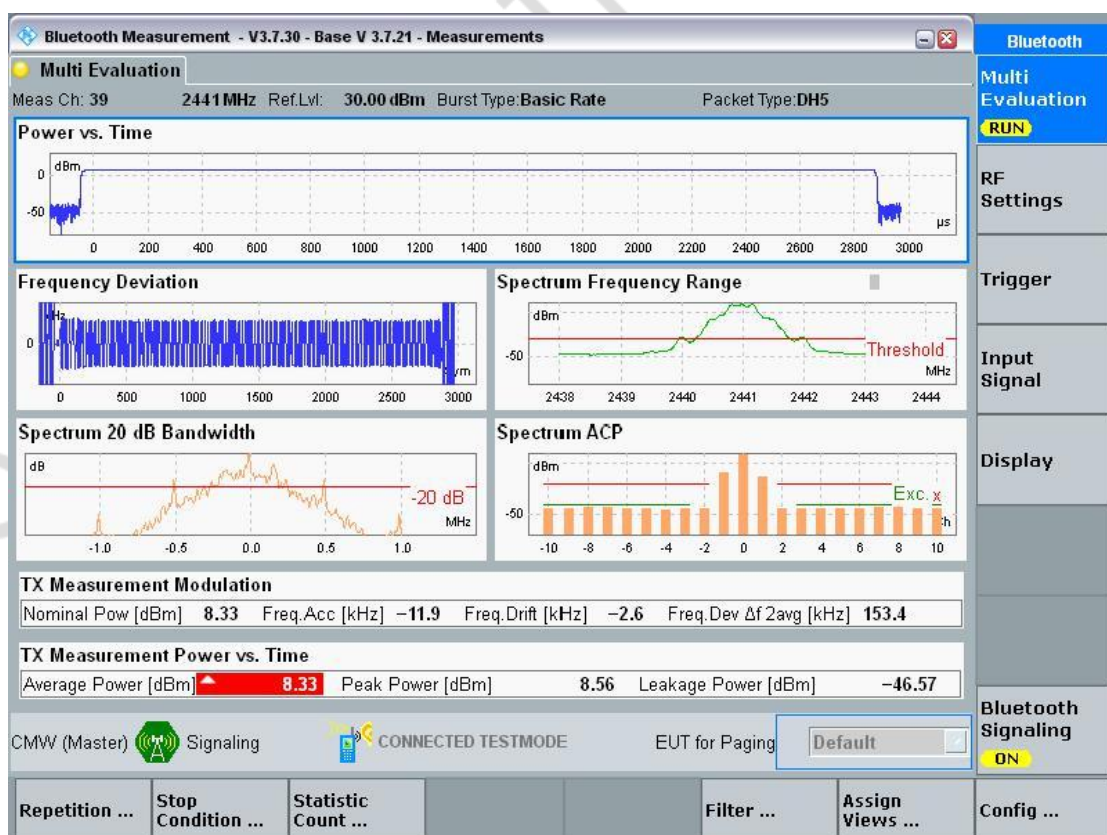

图 4-3
- 3) 按【ON/OFF】将测试界面打开，打开 Multi Evaluation 测试后对应界面会显示 DUT 的相关测试情况如图 4-3。